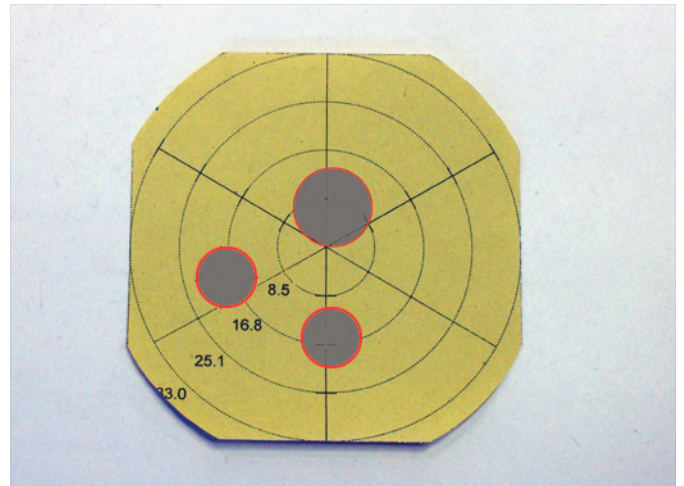

Ilustración 1
- **Imagen de spray en orden:** Las tres mazas del spray están distribuidas uniformemente y tienen aprox. el mismo tamaño. (Ilustración 1)